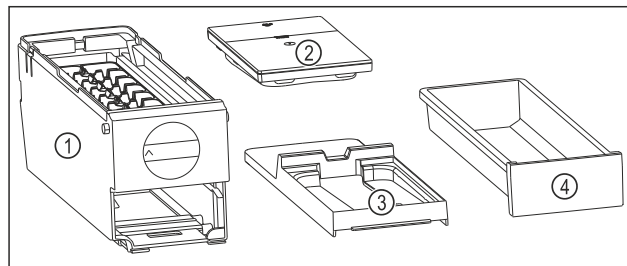

Fig. 145 Съставни части на EasyTwist-Ice
- ▶ EasyTwist-Ice е разглобен на четири части. (виж Fig. 145)
- ▶ Разглобявайте EasyTwist-Ice само на изобразените съставни части. (виж Fig. 145)
- ▶ Почистете корпуса на EasyTwist-Ice Fig. 145 (1) като едно цяло.